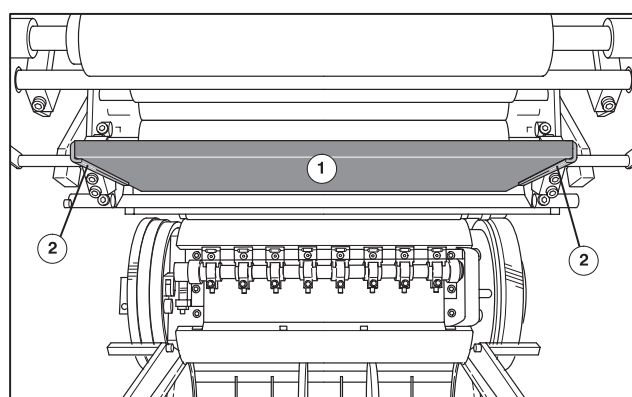

Рис. 66 Установленный краскоулавливающий поддон
- ① Выдвиньте из машины ступень приемки.
- ② Выньте устройство для смывки красочного аппарата.
- ③ Осторожно вытащите краскоулавливающий поддон (Рис. 66/①) из направляющих (Рис. 66/②).
- ④ Удалите с краскоулавливающего поддона смывочное средство и остатки краски.
- ⑤ Вставьте краскоулавливающий поддон обратно в машину.